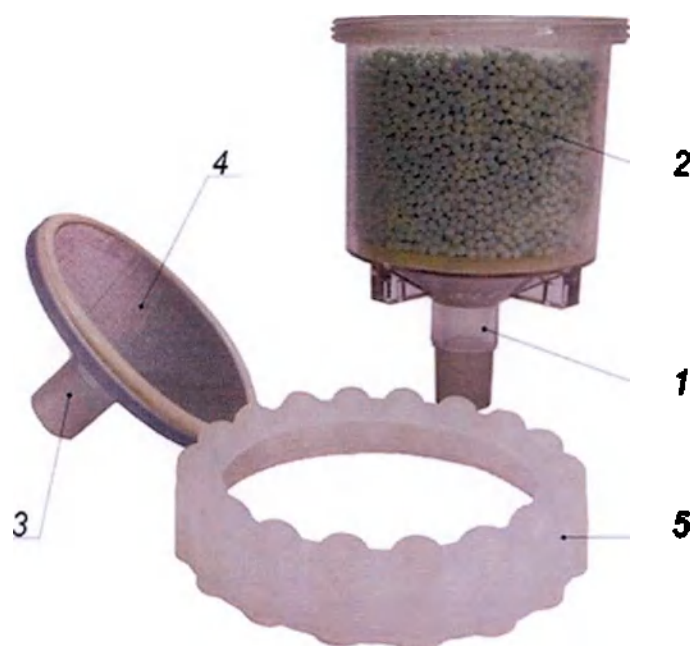

Рис. 10. Адсорбер для Комплекса в разобранном виде для засыпки абсорбента.
выдыхаемой пациентом газовой смеси. В адсорбер засыпается абсорбент углекислого газа (натронная известь) входящая в комплект поставки, рис. 10.
Для засыпки абсорбента углекислого газа (натронной извести) необходимо зафиксировать в руках корпус адсорбера (1), рис. 10., открутить и снять уплотнительное кольцо (5), снять крышку адсорбера (3) вместе с ограничительной сеткой (4). В корпус адсорбера засыпать абсорбент углекислого газа (натронную известь). Сборку адсорбера осуществить в обратном порядке.